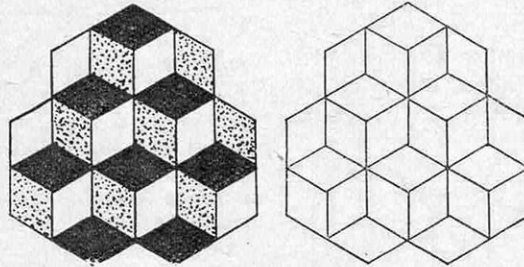

FIG. 50 ET 51. — LES CUBES DE WINTERRI
régulièrement disposés ; elle se trouve reproduite (fig. 50) avec des taches noires et grises, si bien qu'elle contient six cubes égaux ;
*On part des vingt-quatre losanges de la figure 51. Les taches noires et grisées de la figure 50 décèlent six cubes dans la position actuelle, mais il y en a sept, lorsqu'on tourne la figure à l'envers.*